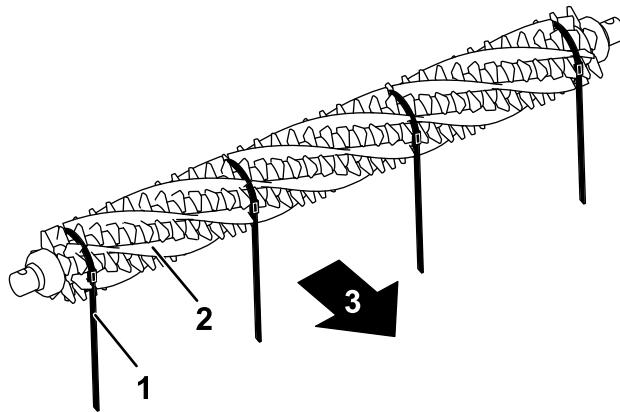

Рисунок 20
3. С одной стороны барабана механической щетки вставьте щетину в каждую канавку по всей длине барабана механической щетки (Рисунок 20).
На Рисунок 20 показаны ленты, установленные для вращения в прямом направлении.